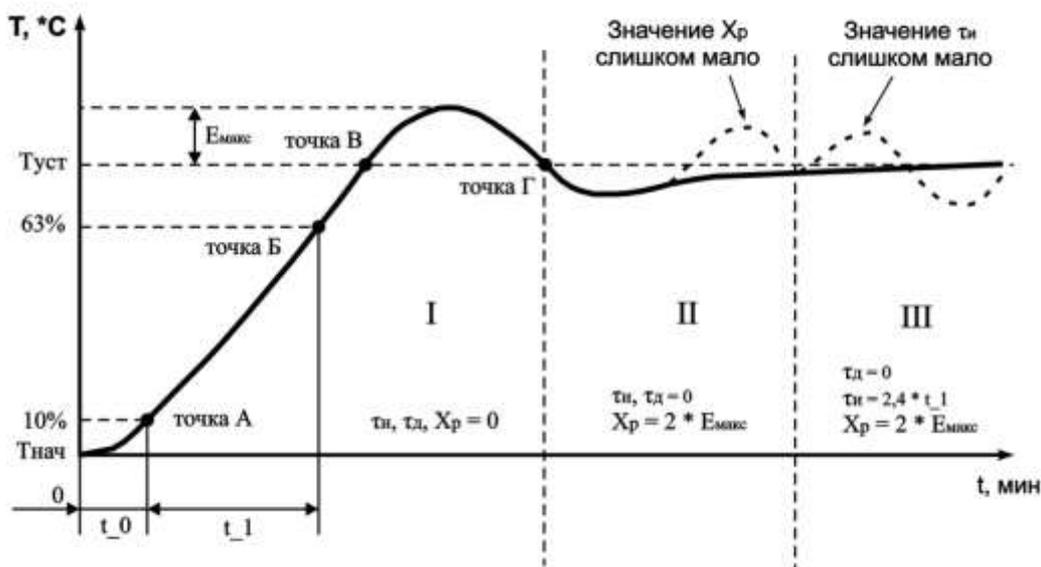

Рисунок 7.1 - Ручная настройка ПИД-регулятора
7.2.5.2.3 Установить значение параметра $cH 1 = 3$ ($cH 2$, $cH 3$, $cH 4$). После нажатия кнопки , на индикаторе отобразится мигающая надпись “ $P\bar{c}d$ ” с соответствующим индикатором номера настраиваемого канала в течении времени 10 сек (время может меняться в зависимости от установленного времени фильтра $F\bar{c} 1$, $F\bar{c} 2$, $F\bar{c} 3$, $F\bar{c} 4$). По окончании времени регулятор выдаст непрерывный максимальный выходной сигнал и на дисплее отобразится текущая температура с точкой в младшем разряде “xxx.”. В результате чего выходное реле нагрузки будет включено до тех пор, пока не будет достигнута величина температуры равная SP ($T_{уст}$). После выключения реле нагрузки (стадия I, точка В на рисунке 7.1) некоторое время температура по инерции будет продолжать увеличиваться. Как только контролируемая температура опустится ниже SP ($T_{уст}$), процесс автонастройки заканчивается (точка Г рисунок 7.1), на дисплее отображается непрерывная надпись “ $P\bar{c}d$ ”. ТР-101 вычисляет коэффициенты ПИД регулятора: полосу пропорциональности X_p , постоянную времени интегрирования τ_i , постоянную времени дифференцирования τ_d . После окончания автонастройки необходимо нажатием кнопки  перевести прибор в режим программирования, в котором можно посмотреть и скорректировать полученные значения коэффициентов.
7.2.6.3.6 Измерить максимальное значение перерегулирования между точками В и Г (E_{\max} , рисунок 7.1).